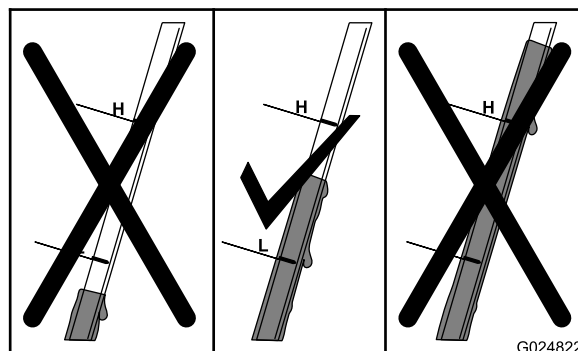

Bild 24
6. Lesen Sie den Ölstand am Peilstab ab (Bild 24).